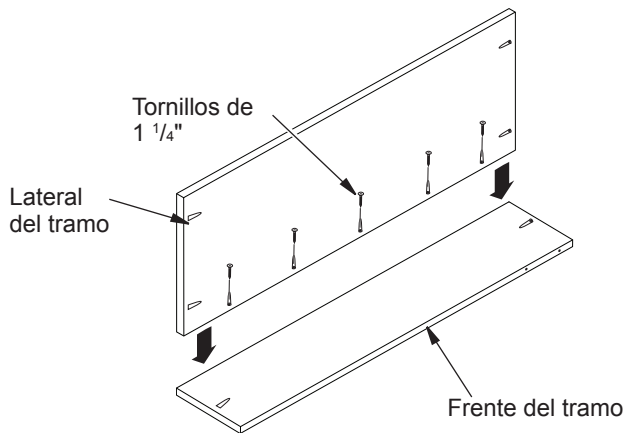

Figura 1 - Ensamble de los tramos
1. Algunos modelos requieren un montaje lateral o en esquina. Para estos modelos, ponga la parte delantera del tramo encima de un paño suave sobre el piso. Coloque el tramo tal como se muestra en la figura 1. Alinee la parte inferior y sujételo introduciendo tornillos de 1 1/4" a través de los orificios angulares. Repita la operación en el otro extremo.